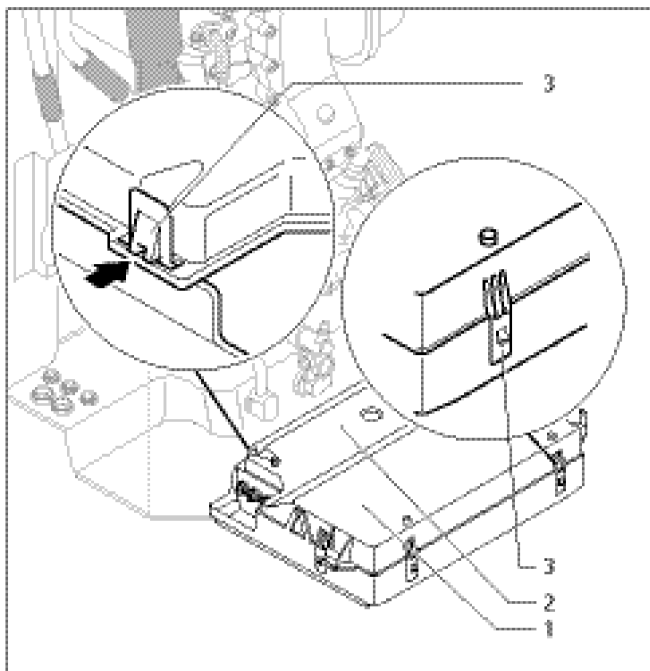

Рис. 4.7 Задняя стенка коммутационной коробки
- снимите переднюю панель облицовочного кожуха аппарата и откиньте электронный блок (1) вперед
- освободите заднюю крышку (2) электронного блока в местах (3) из фиксаторов и откиньте крышку вверх (см. рис. 4.7)
- освободите заднюю крышку коммутационной коробки (1) в местах (2) из фиксаторов и откиньте крышку вверх (см. рис. 4.7)
- освободить заднюю крышку коммутационной коробки в местах (2) из фиксаторов и откинуть крышку вверх (см. рис. 4.7)